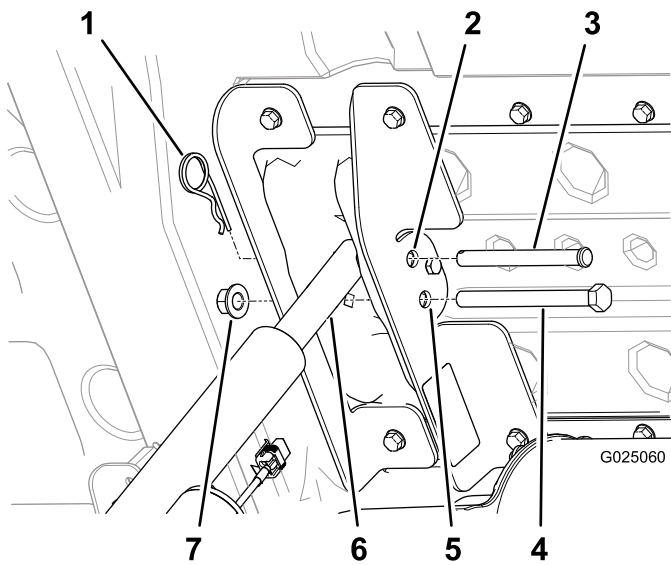

Figure 12
- Appuyez sur la palette supérieure de la commande de relevage du plateau pour déployer la tige de l'actionneur de relevage jusqu'à ce que la tige soit alignée sur les trous des supports de relevage intérieur et extérieur (Figure 12).
- Fixez la tige de l'actionneur de relevage entre les supports avec l'axe de chape (3-1/2 po) et une goupille fendue (Figure 12).
8. Insérez le boulon à tête hexagonale (1/2 x 5-1/2 po) dans les trous de 13 mm restants des supports intérieur et extérieur (Figure 12), et fixez-le avec un écrou (1/2 po) jusqu'à ce que l'écrou à embase soit bien serré.